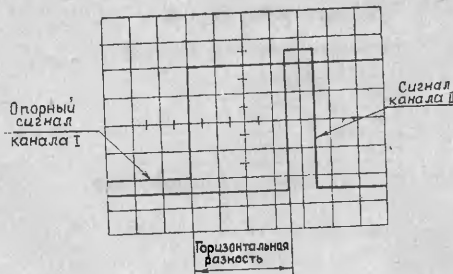

Рис. 6.
- измерьте расстояние по горизонтали между импульсом канала I и канала II (рис. 6);